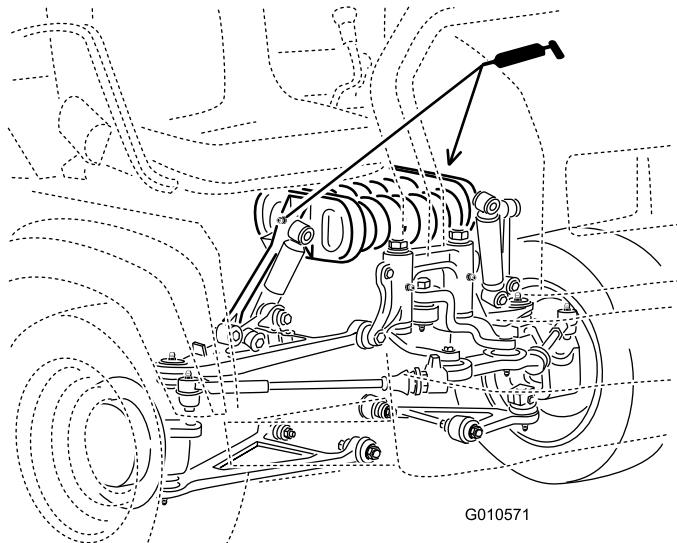

Figure 40
- Tourelle de suspension (2), comme montré à la Figure 40